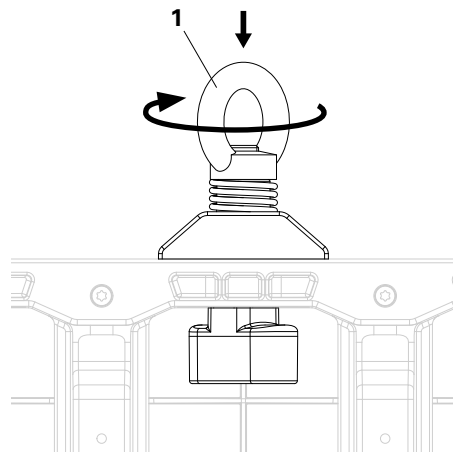

Fig. 7
3. Spingere l'anello di sollevamento DUO (1) verso il basso e ruotare di 90°. (Fig. 7)